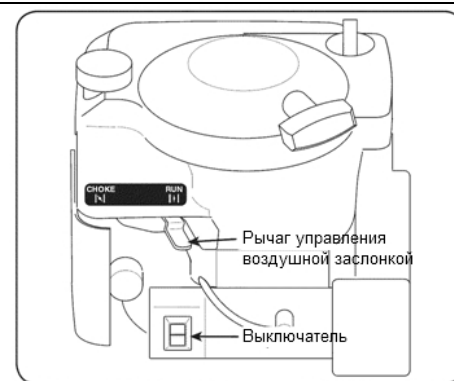

Рис. 10
3. Переместите выключать зажигания в положение ON. См. Рисунок 10.
4. Установите рычаг воздушной заслонки в положение CHOKE . (Для теплого двигателя заслонка должна находиться в положении RUN ) См. Рисунок 10.
- Переведите выключатель в положение OFF. См. Рисунок 10.